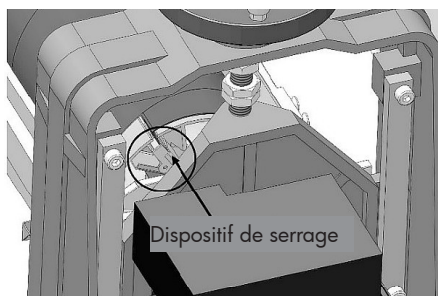

Fig. 21 : Dispositif de serrage droit
4. Passez la main sous le dispositif de serrage droit (figure 21), et appuyez sur le levier pour pouvoir détacher la bande abrasive.